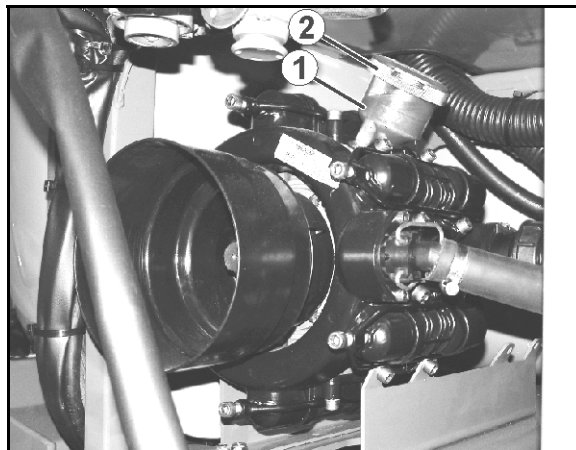

Bild 157
1. Kontrollera om oljenivån är synlig på markeringen (Bild 157/1) då pumpen inte är igång och står vågrätt
2. Ta bort locket (Bild 157/2) och fyll på olja om oljenivån inte är synlig på markeringen (Bild 157/1).
2. Ta bort locket (Bild 157/2).
5. Vrid drivaxeln växelvis åt höger och vänster och fyll långsamt på ny olja. Korrekt oljemängd är påfylld när oljan syns på markeringen (Bild 157/1).